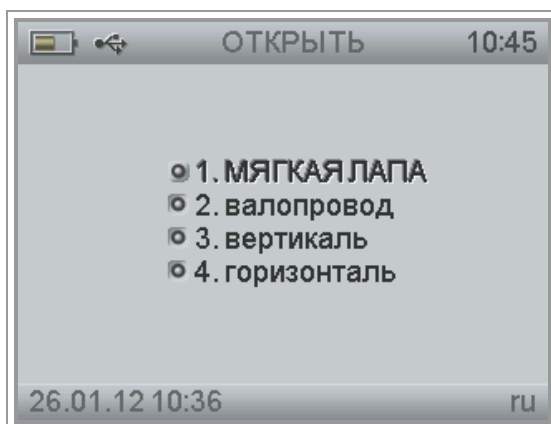

Рис. 4-59. Вид окна «Открыть» со списком сохраненных отчетов.
- Будут загружены из памяти прибора последние 40 отчетов, отсортированные по дате создания (Рис. 4-59). В случае если в приборе нет сохраненных отчетов, на экране появится надпись «Список пуст».